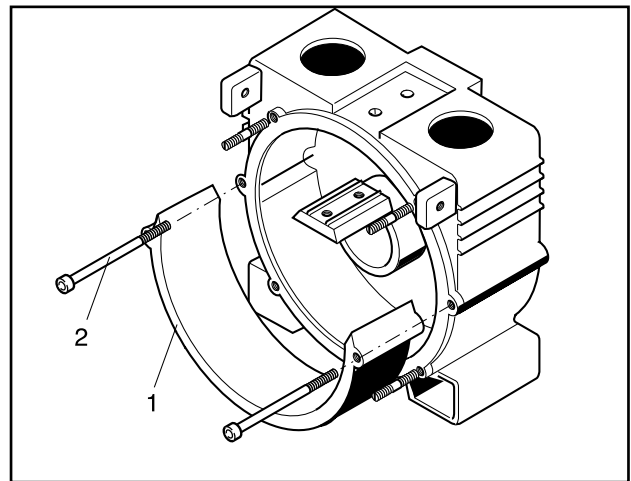

Abb. 21 Demontage Widerlager
2. Beide Widerlagerschrauben (Teile-Nr. 1020, Abb. 13) herausdrehen und das Widerlager aus dem Gehäuse heben (Teile-Nr. 135, Abb. 21).